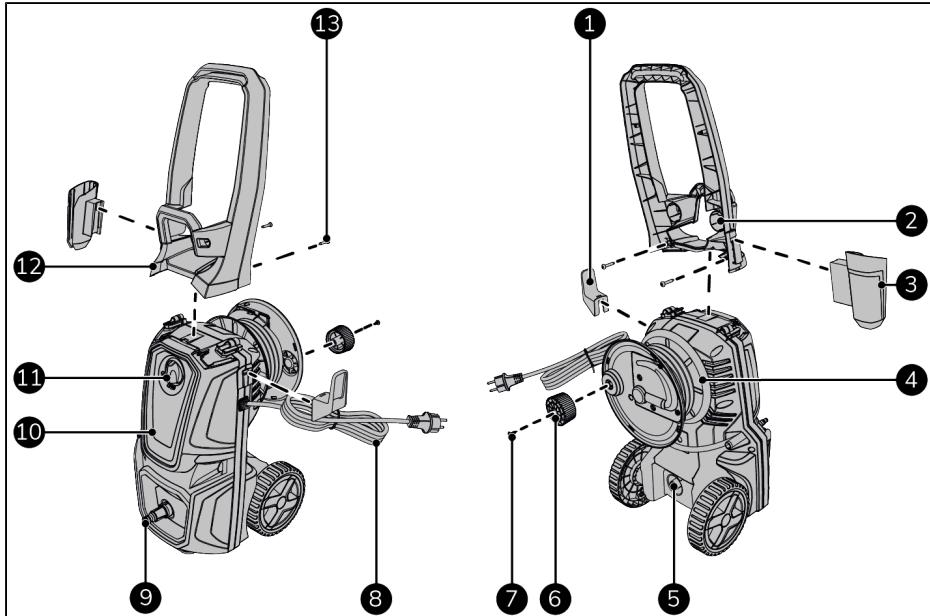

Figure 66.
Cet appareil EUROM est un nettoyeur à haute pression facile à utiliser (Figure 66). L'appareil est conçu pour un usage domestique, tel que le nettoyage de véhicules, bâtiments, terrasses, façades et équipements de jardin.
- Assurez-vous que le commutateur MARCHE(I) / ARRÊT(O) est en position ARRÊT(O) (Figure 66, pos. 11).
5. Allumez l'appareil (Figure 66, pos. 11).